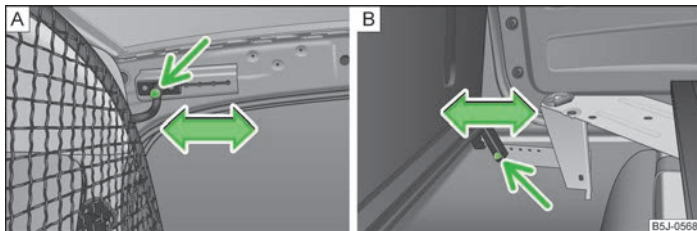

Fig. 157 Prinderea superioară/inferioară a peretelui despărțitor de siguranță
- Pe fiecare parte, în zona superioară a caroseriei, deșurubați un șurub » fig. 157 - A, și în zona inferioară, un șurub » fig. 157 - B.